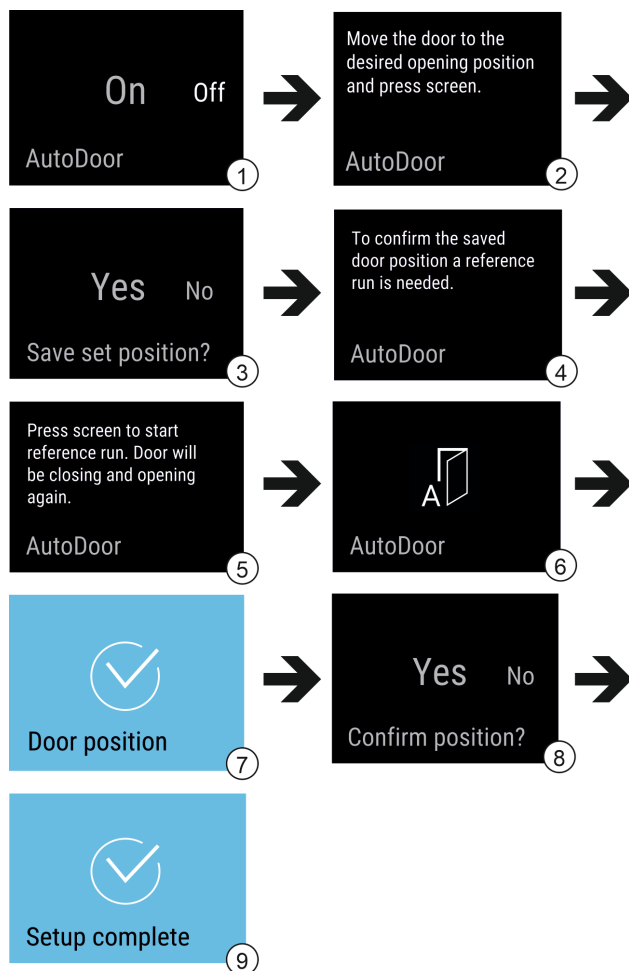

Fig. 13 Приклад відображення індикації англійською мовою
- ▶ Активувати AutoDoor: індикацію на дисплеї перемістити на On. Fig. 13 (1)
- ▶ Утримувати дисплей натиснутим протягом 3 секунд. Fig. 13 (1)
- ▶ Конфігурувати кут розкриття дверей: Відкрити двері мінімум на 70°. Fig. 13 (2)
- ▶ Підтвердити кут розкриття дверей: Торкнутись повідомлення на дисплеї. Fig. 13 (3)
- ▶ Запустити встановлення у початкове положення: Торкнутись дисплею. Fig. 13 (5)
- ▶ Дисплей блимає. Fig. 13 (6)
- ▶ Встановлення у початкове положення успішне: Дисплей стає блакитним на 2 секунди. Fig. 13 (7)
- ▶ Підтвердити кут розкриття дверей. Fig. 13 (8)
- ▶ Дисплей стає блакитним. Fig. 13 (9)